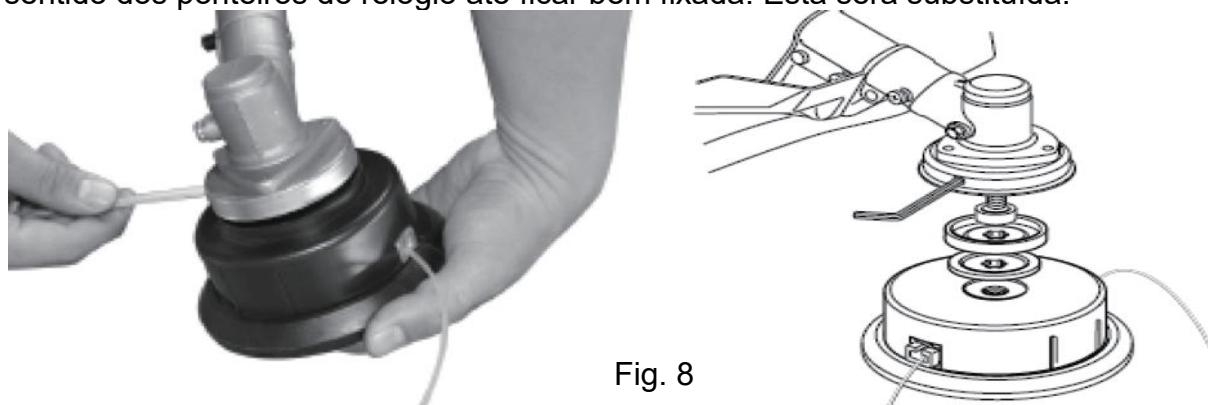

Fig. 8
**Libertar a cabeça de corte de fio de nylon (Fig. 8)**